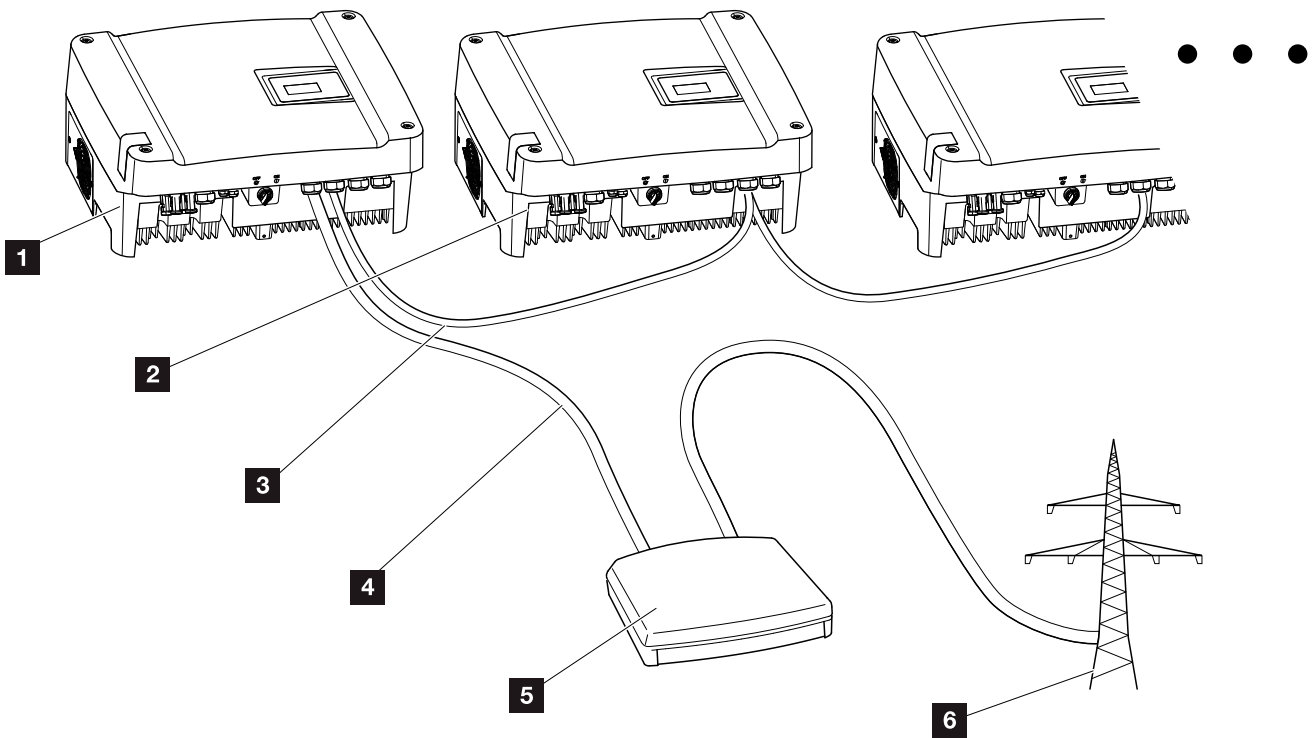
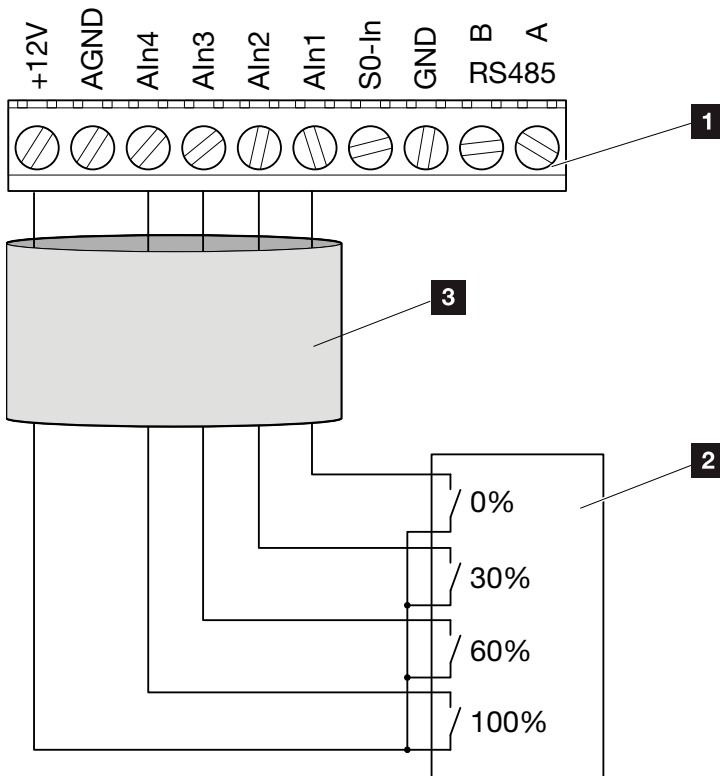

Abb. 54: Konfiguration Rundsteuerempfänger mit mehreren Wechselrichtern (Ethernet-Vernetzung)
Abb. 55: Anschluss Rundsteuerempfänger
**☑ Abb. 54**
**☑ Abb. 54 Pos. 1** an der Anschlussklemme Analogschnittstelle (10-polig) anschließen. **☑ Abb. 55** ⚠
Der Rundsteuerempfänger darf nur am Master-Wechselrichter angeschlossen werden. ☑ Abb. 55